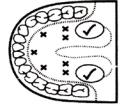

Figure 2
- Par voie orale :** Placer le thermomètre sous la langue tel qu'indiqué par la position " \surd " sur la Figure 2. Fermer la bouche et respirer calmement par le nez pour empêcher que l'air inspiré/expiré n'affecte la prise de température. Température normale entre 35.7°C et 37.3°C (96.3°F et 99.1°F).